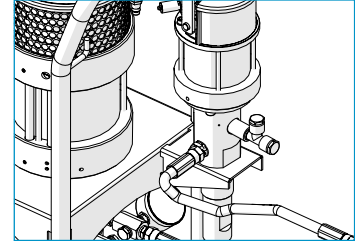

Abb. 15 Anschluss an Spülpumpe
1. Montieren Sie den gelb gekennzeichneten Spülmittelschlauch an den Materialausgang der Spülpumpe an, s. Abb. 15.